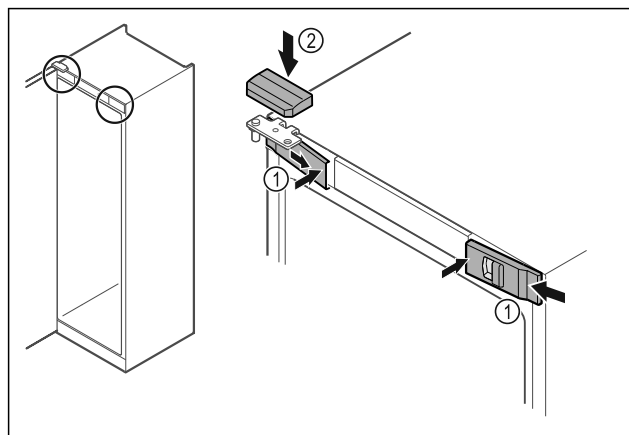

Fig. 50 *
- Přední kryty Fig. 50 (1) bočně zahákněte a zaklapněte dovnitř.*
- Horní kryt Fig. 50 (2) shora zaklapněte.*